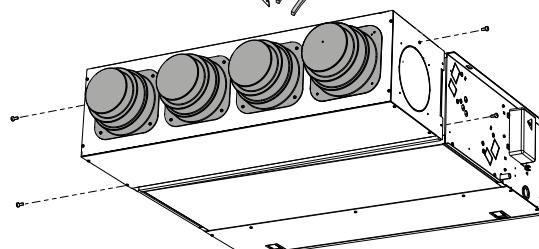

Fig.3
- Fixer l'accessoire PM_V à la bouche de soufflage de l'unité avec les quatre vis fournies (fig. 3).